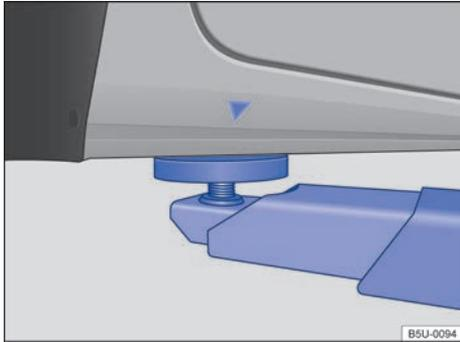
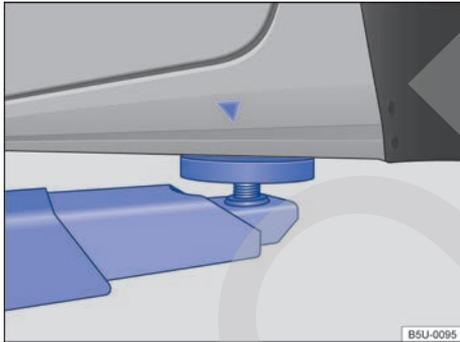

Fig. 154 Puntos de apoyo delanteros para la suspensión con plataforma elevadora o con gato.
Fig. 155 Puntos de apoyo traseros para la suspensión con plataforma elevadora o con gato.
El vehículo debe ser suspendido solamente por los puntos indicados en las figuras → fig. 154 y → fig. 155. Si el vehículo no está suspendido por los puntos indicados, pueden ocurrir daños en el vehículo → Ⓞ y lesiones graves → ⚠.
- Suspender el vehículo solamente por los puntos indicados en las figuras → fig. 154 y → fig. 155. Si el vehículo no es suspendido por los puntos indicados, puede caer de la plataforma elevadora cuando, por ejemplo, se desmonta el motor o la suspensión.